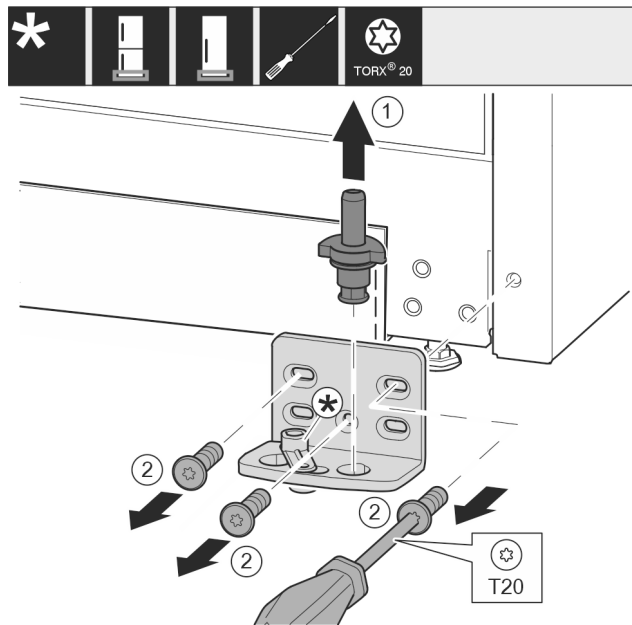

Fig. 43 *
- ▶ Húzza ki teljesen a csapszeget Fig. 43 (1) felfelé.*
- ▶ Tekerje ki a csavarokat Fig. 43 (2) csavarhúzóval, és vegye le a csapágybakot.*